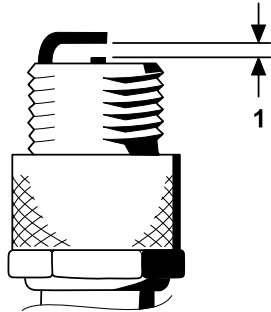

Bild 42
4. Stellen Sie den Abstand zwischen der mittleren und seitlichen Elektrode auf 0,76 mm ein, wie in Bild 42 dargestellt.